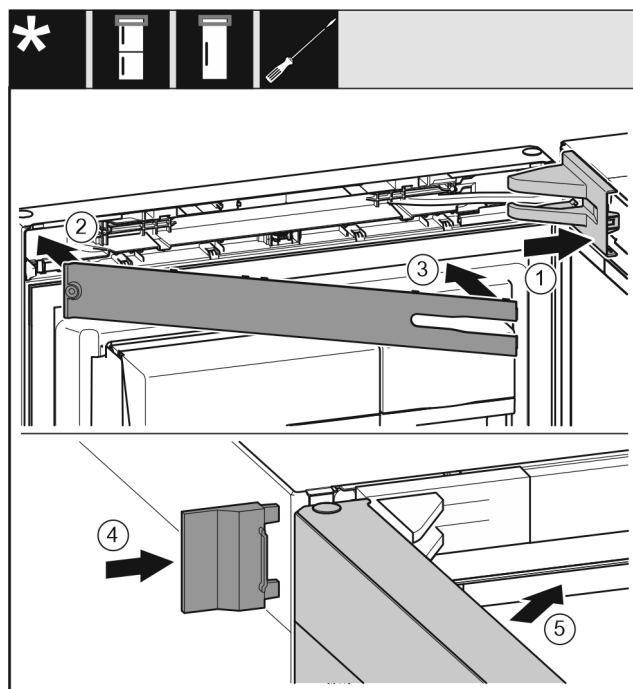

Fig. 31
- ▶ Nasadíte a zaklapnete kryt stojanu ložiska Fig. 31 (1), příp. opatrně přitlačte od sebe.
- ▶ Nasadíte zásepku Fig. 31 (2).
- ▶ Zásepku Fig. 31 (3) sklopte a zaklapnete.
- ▶ Vnější kryt Fig. 31 (4) nasuňte.
- ▶ Zavřete horní dveře Fig. 31 (5).